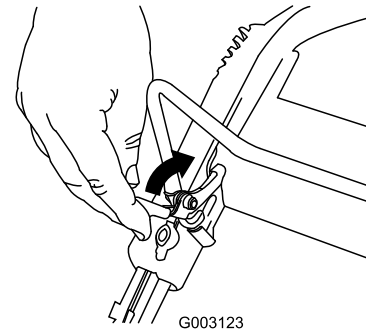

Figura 14
1. Tire hacia atrás del mecanismo de bloqueo de la barra de control (Figura 14).